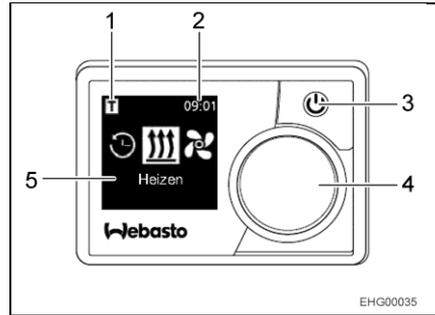

Fig. 38 Panneau de commande
- Appuyer sur la touche de démarrage (Fig. 38,3).
- Régler la fonction désirée en tournant et poussant le bouton de commande (Fig. 38,4).